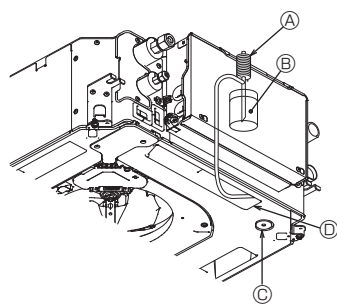

Fig. 8-6
8.4. Verificarea evacuării (Fig. 8-6)